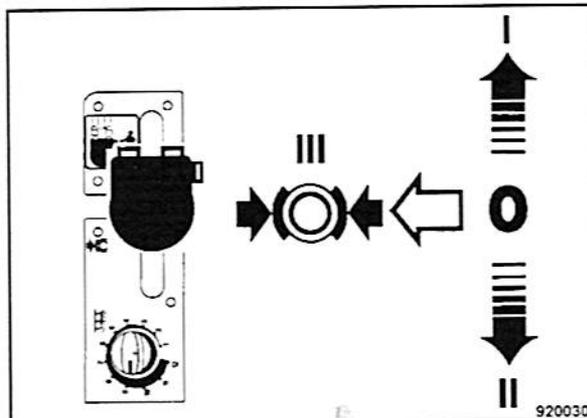

Fig. 53
- Comprobar si la palanca de marcha (Fig. 53) está encajada hacia fuera en posición de frenado (III).